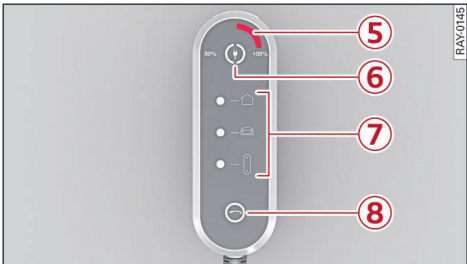

Fig. 94 Sistema de carga compacto Audi e-tron: Unidad de manejo
- Para ajustar la limitación de la corriente de carga pulse la tecla  ⑥ ⇒ *fig. 94* como mínimo 2 segundos.
Si la vigilancia del conductor de protección ha interrumpido el proceso de carga y tanto el LED en la unidad de manejo ⑥ ⇒ *fig. 94* como los LED de estado  y  lucen en rojo, desactive la vigilancia del conductor de protección:
- Para desactivar la vigilancia del conductor de protección, pulse al mismo tiempo durante 6 segundos las teclas  ⑥ y  ⑧ ⇒ *fig. 94*. Mientras tanto el LED de estado  parpadea en color blanco. Suelte ambas teclas durante 1 segundo.
- Vuelva a pulsar ambas teclas  y  durante 6 segundos: después de un instante, la desactivación tendrá lugar automáticamente. El LED en la unidad de manejo ⑥ pulsa en verde y los dos LED de estado  y  lucen en amarillo.